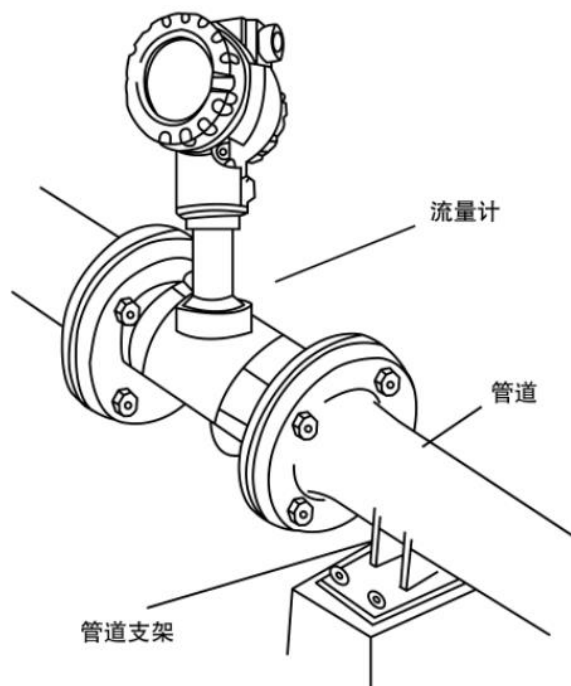

图5安装管道支撑方法
- 5) 源小振动对涡街流量计的影响应该作为涡街流量计现场安装的一个突出问题来关注。首先在选择传感器安装场所时尽量注意避开振动源。其次采用弹性软管连接，在小口径中可以考虑。第三，加装管道支撑物是有效的减振方法，一种管道支撑方法如图 5 所示。